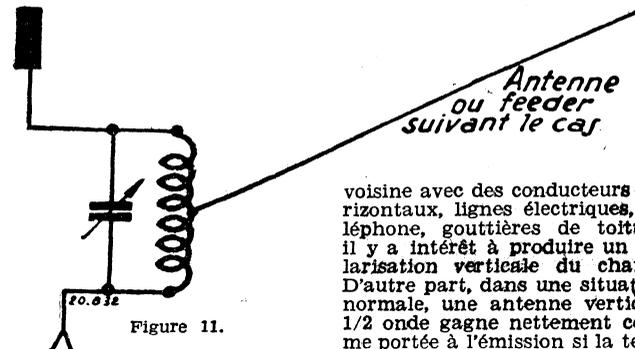

Figure 11.
a) le branchement d'un aérien à feeder unique genre Conrad, ou d'un aérien direct genre Hertz alimentée en courant ou en tension, se fait très simplement suivant la figure 11;